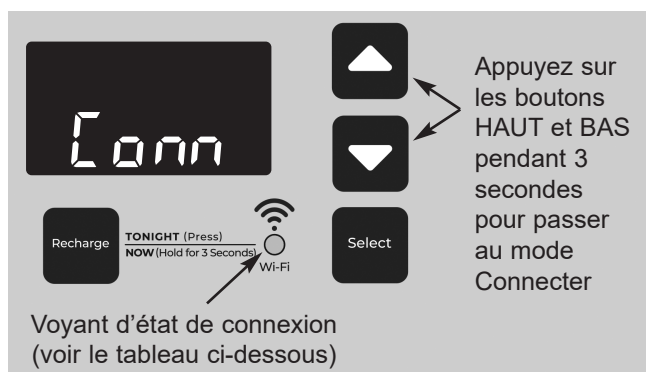

FIG. 30
3. Sur le panneau avant de l'adoucisseur (cf. Fig. 30), appuyez en même temps sur les boutons △ HAUT et ▽ BAS pendant 3 secondes.
4. Relâchez les boutons lorsque « Conn » apparaît à l'écran (cf. Fig. 30) et le voyant jaune de l'état connexion commence à clignoter.